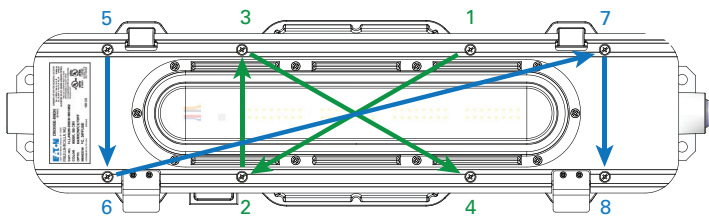

Figure 1. Emplacement des vis du boîtier du pilote PLLA2
14. Repositionner le raccord de moteur DEL à l'aide des agrafes de verrouillage. Vérifier qu'aucun câblage de luminaire n'est pincé ou coincé entre le moteur DEL et le boîtier du pilote. Introduire toutes les vis avant de les serrer pour vous assurer que leur filetage est intact. Terminer de serrer les huit (8) vis de montage du couvercle à un couple de 23 po-lb (2,6 N-m) en utilisant la séquence de serrage indiquée à la figure 1.
2. S'assurer que toutes les vis du couvercle du pilote sont dégagées du boîtier du pilote (voir figure 1). Les vis sont de type imperdable et ne doivent pas être complètement retirées de l'ensemble moteur d'éclairage.